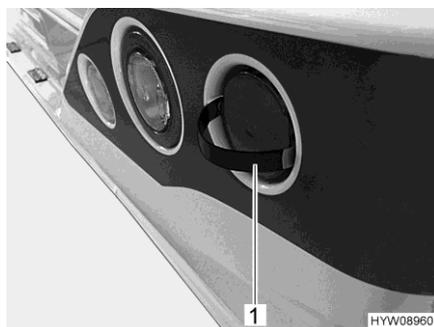

Fig. 156 Retirar la cubierta
- Insertar las lengüetas de engatillado de la herramienta entregada (Fig. 156,1) en la cubierta del modo mostrado.